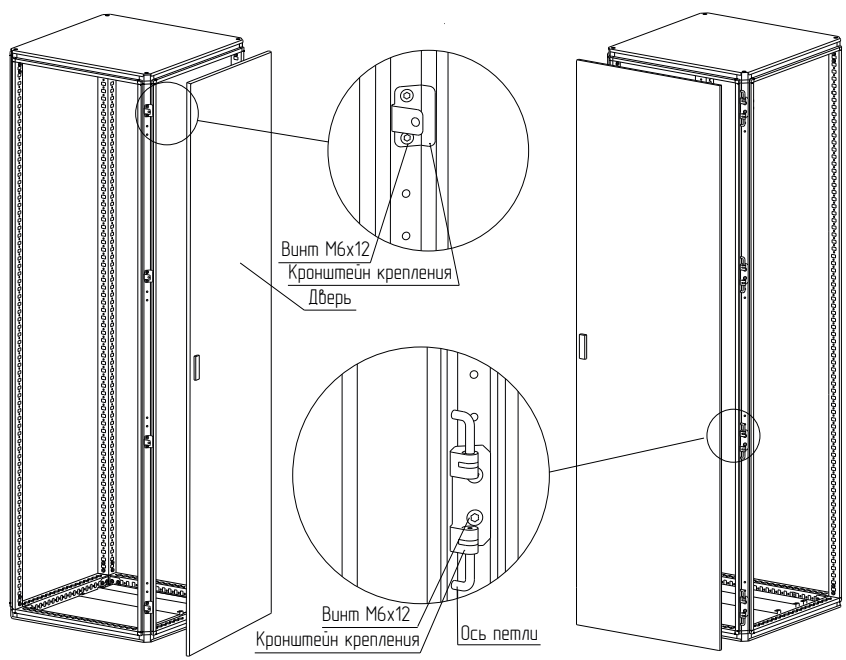

Рисунок 24
4.12.2 Закрепите петли на каркасе на левой или правой стойке. На рисунке для примера изображено правое крепление петель (рисунок 24). Для крепления использовать винты М6х12. Момент затяжки – 7 Н·м.